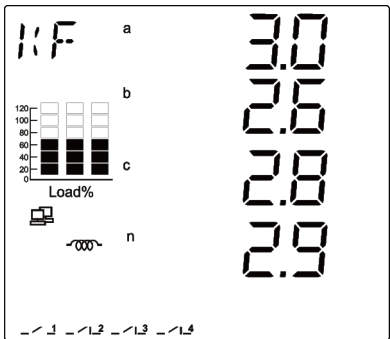

图 3-2-23 电流的 K 因数
**第七十屏：**显示三相电流及零序电流的 K 因数。屏幕左上角显示 KF 即 K 因数；如图 3-2-23：